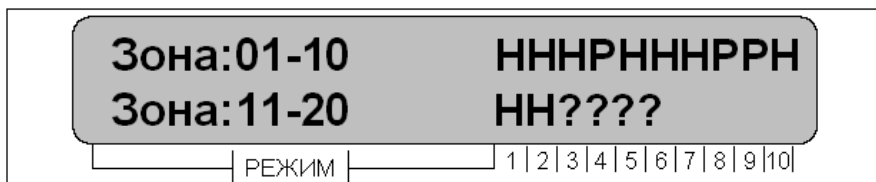

Рисунок 5
- «Состояние зон» - отображается состояние зон системы, рисунок 5;